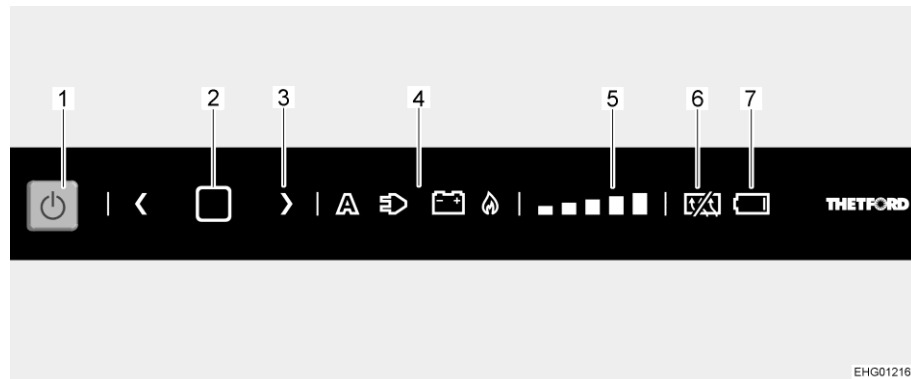

Bild 149 LED-reglage
- Tryck på På/Av-knappen (Bild 149,1) i en sekund. Knappen tänds blå. Senast vald inställning lyser.
- Tryck in bekräftelseknappen (Bild 149,2) i två sekunder tills symbolen för energikällan (Bild 149,4) börjar blinka.
- Välj önskad energikälla genom att trycka på en pilknapp (Bild 149,3).
- Tryck på bekräftelseknappen (Bild 149,2) för att bekräfta valet.
- Tryck på bekräftelseknappen (Bild 149,2) igen. Kylnivåindikatorn (Bild 149,5) börjar blinka.
- Välj önskad kylnivå genom att trycka på en pilknapp (Bild 149,3).
- Tryck på På/Av-knappen (Bild 149,1) i cirka 2 sekunder. Alla lampor slocknar. Kylskåpet är avstängt.